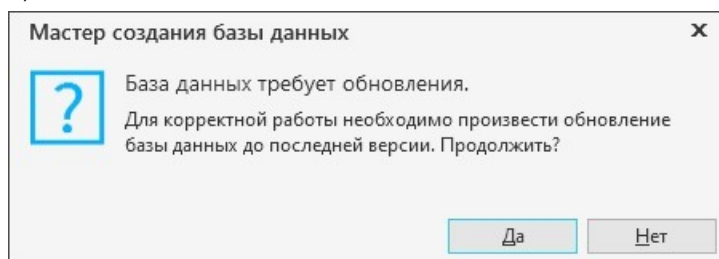

Рис. 4.49
- ◆ Если была выбрана существующая база данных актуальной версии, откроется окно с соответствующей информацией (рис. 4.49, а). Нажмите кнопку **ОК**.
- ◆ Если была выбрана база предыдущей версии (для Хранилища профилей или системы Нормирование материалов), откроется окно с предложением обновления базы до актуальной версии (рис. 4.49, б). Нажмите кнопку **Да**.